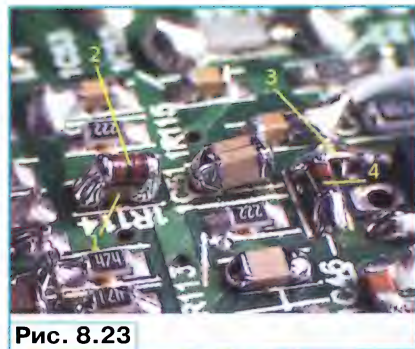

Рис. 8.23
Сигнал BFO снимается с эмиттера транзистора 1Q20 (см. рис. 8.5). Постоянное напряжение на нём измеряют мультиметром, подключив щуп к эмиттеру через резистор сопротивлением 10...50 кОм (в моём приёмнике было 2,6 В). С учётом сигнала гетеродина мгновенное напряжение на эмиттере изменяется от $+2$ до $+3,5$ В. Большинство транзисторов 2N7002 при напряжении на затворе $+2$ В закрываются не полностью. Поэтому потребуется подобрать резистивный делитель. Используя площадки удалённого конденсатора 1C46, устанавливают резистор R5 (4), рекомендуемое сопротивление — 56...68 кОм (рис. 8.23). Не забудьте соединить его с затвором транзистора 1Q18 отрезком провода 3 длиной 2...3 мм. Резистор 1R114 удаляют и на его место устанавливают конденсатор C4 (1), а параллельно ему — сначала на коротких проводах подстроечный резистор сопротивлением 47...100 кОм, который затем заменяют постоянным резистором 2 (в моём приёмнике 13 кОм).